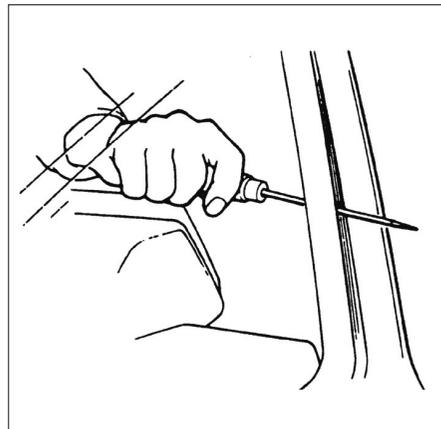

FIG. 1
• À l'aide d'une alène, percer l'adhésif **(Fig.1)** et faire passer le fil à découpe.
- À l'aide d'une alène, percer l'adhésif (**Fig.1**) et faire passer le fil à découpe.